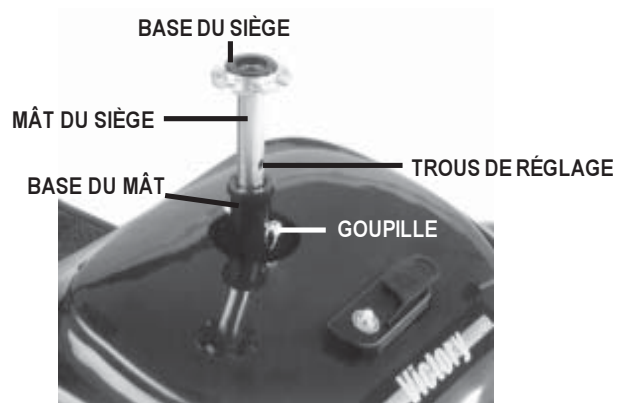

FIGURE 10. RÉGLAGE DE LA HAUTEUR DU SIÈGE
Le siège possède 3 niveaux de réglage. Vous pouvez allonger ou raccourcir le mât du siège en retirant la cheville située dans le mât. « Voir Figure 10 ».
11. Déposez le capot de la section arrière en enfilant le mât du siège dans l'ouverture du capot. Voir figure 10)
12. Installez le siège en déposant le pivot sous le siège dans l'extrémité du mât de siège. (Voir figure 10)